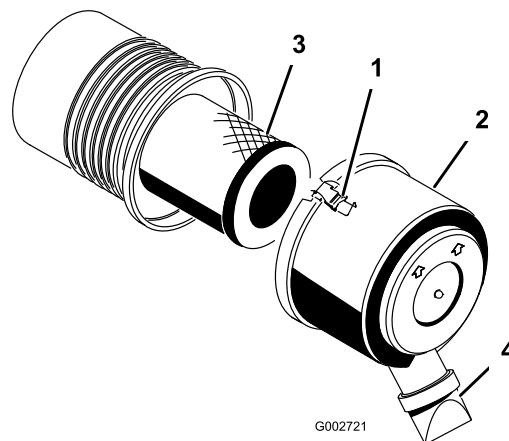

Figura 18
- Rilasciate i fermi che fissano il coperchio del filtro dell'aria al relativo corpo (Figura 18).